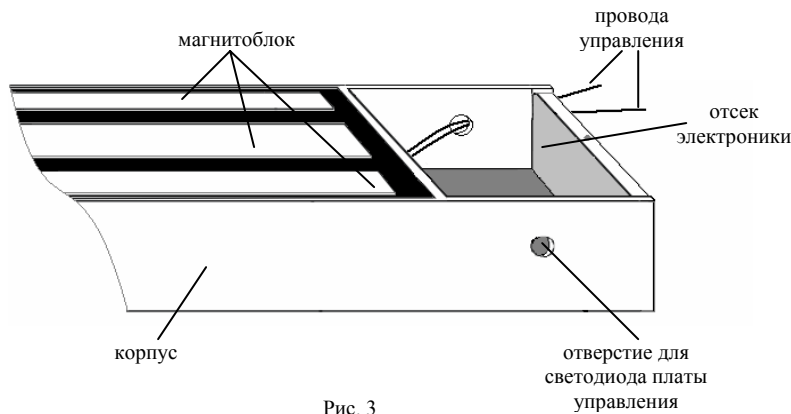

Рис. 3
- откройте крышку отсека электроники (рис.3);